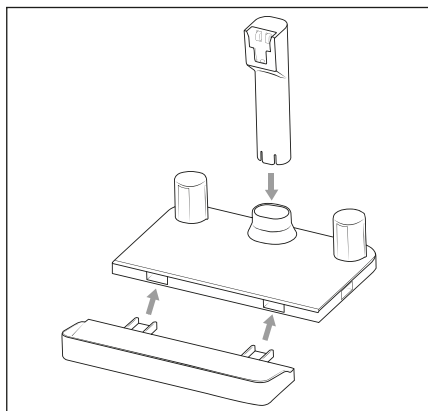

Fig. 4
- 1) Assemblare la base di ricarica **15** e fissare il supporto apparecchio **17** della base di ricarica **15** (vedere fig. 4).